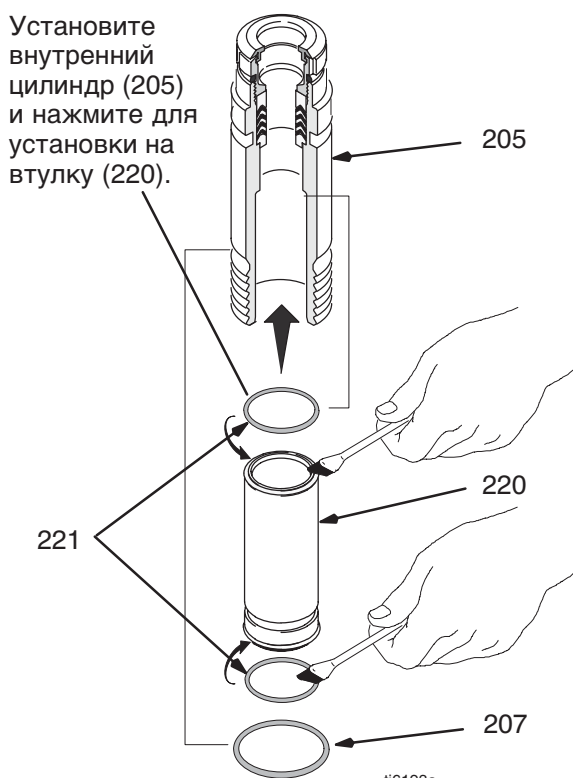

Рис. 14
Рис. 14. Смажьте уплотнительные кольца (221) и установите внутренний цилиндр (205) на втулку (220). Сдвиньте узел втулку (220) в нижнюю часть цилиндра (205). При необходимости, замените уплотнительное кольцо (207).